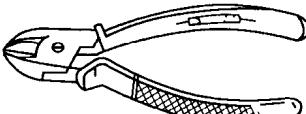

图 1-3 断线钳
(2) 断线钳。断线钳是用来剪断较粗的金属丝、线材和电线电缆等，如图 1-3 所示。